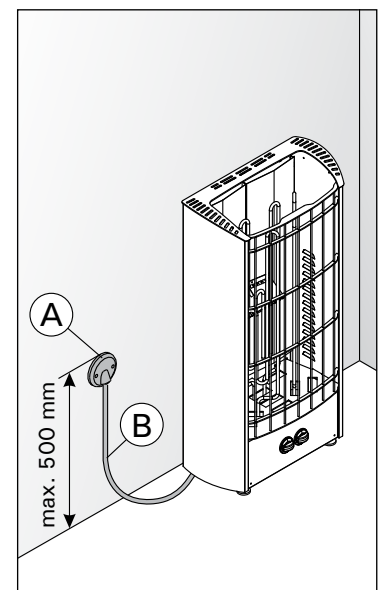

Рисунок 7. Кабели
- Каменка гибким проводом подсоединяется к соединительной коробке (рис. 7: A) на стене сауны. Соединительная коробка должна быть брызгозащищенной и находиться на расстоянии не более 500 мм от пола.
- В качестве кабеля (рис. 7: B) следует использовать резиновый кабель типа H07RN-F или подобный. **ВНИМАНИЕ! Использование кабеля с ПВХ-изоляцией запрещено вследствие его разрушения под воздействием тепла.**